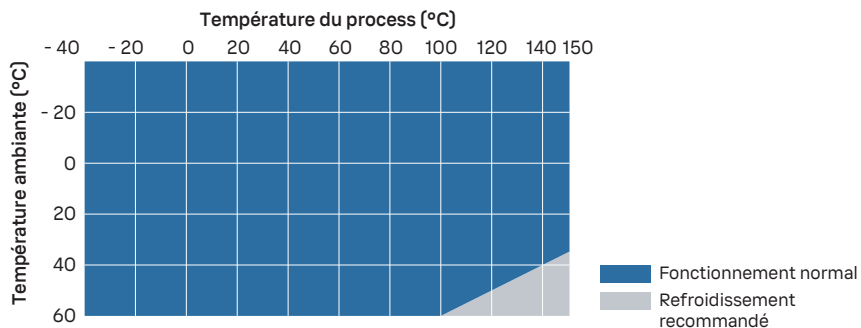

Figure 20 Température de process et refroidissement recommandé
- Utilisez un refroidissement supplémentaire conformément à Figure 20 \(page 112\). Notez que les valeurs de la figure sont indicatives. Le refroidissement requis dépend de l'emplacement d'installation et de l'environnement.